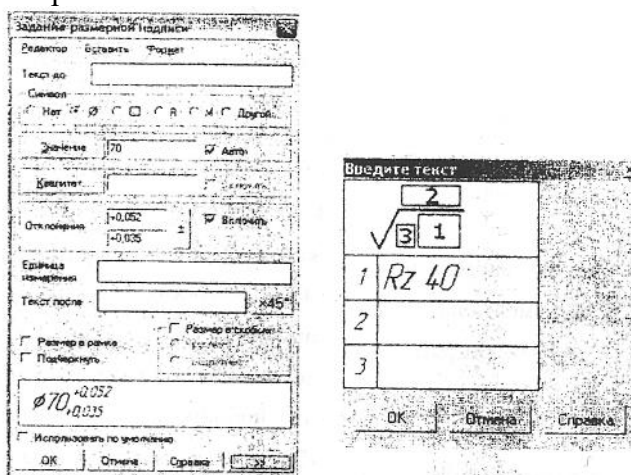

Рисунок 5
6. Ввод обозначения шероховатости поверхности. Активизируйте кнопку **Шероховатость** ✓ на компактной панели **Обозначения** и на **Панели свойств** в блоке **Тип** нажмите кнопку ✓ (**Без указания вида обработки**). В ответ на запрос системы укажите размерную линию длины втулки равную **100 мм**. На экране появится изображение значка шероховатости поверхности с указанием вида обработки. Щелкните мышью в поле **Текст** (см. рисунок 5). Заполните окно, введя в первой графе значение **Rz 40**, нажмите **ОК**. Зафиксируйте обозначение шероховатости.